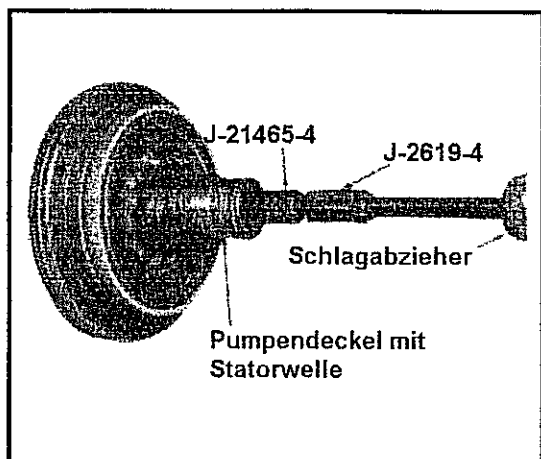

Abb. 10-177 Entfernen der Buchse hinten an der Statorwelle
- Zum Ersetzen der unten liegenden Buchse hinten an der Statorwelle das Spezialwerkzeug in die Buchse einschrauben und den Schlagabzieher J-12619 im Spezialwerkzeug anbringen. Den Schlagabzieher im Schraubstock einspannen und an der Statorwelle ziehen, um die Buchse zu entfernen. Siehe hierzu Abb. 10-177. Bei der oben angeordneten Buchse hinten an der Statorwelle unter Verwendung der identischen Werkzeuge ebenso vorgehen.